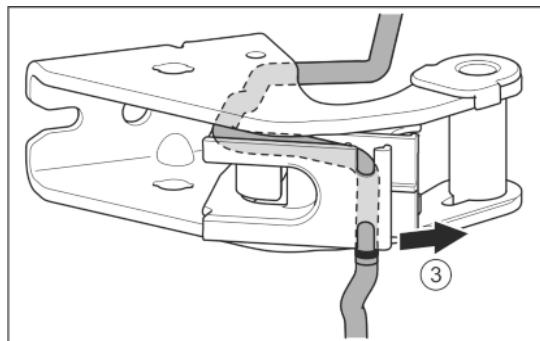

Fig. 25
- ▶ Uvolněte kabel z vedení. Fig. 25 (3)